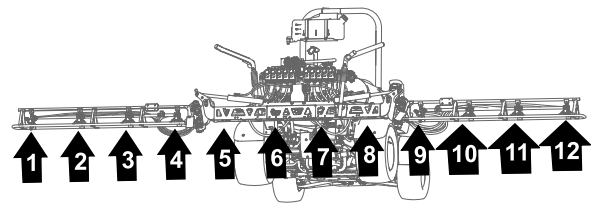

Bild 129
1. Verlegen Sie die Schläuche für die Sprühdüsen 1, 2, 3 und 4 durch die R-Klemme am linken äußeren Ende des mittleren Sprühabschnitts (Bild 129 und Bild 130).
2. Verlegen Sie die Schläuche für die Sprühdüsen 7, 8, 9 und 10 durch die R-Klemme am rechten äußeren Ende des mittleren Sprühabschnitts (Bild 129 und Bild 130).
3. Verlegen Sie die Zulaufschläuche (279 cm) und die gezahnten Schlauchschafte (3/4") entlang des Sprühabschnitts zu den Sprühdüsen 1 und 10, wie in Bild 129 und Bild 130 abgebildet.
4. Verlegen Sie die Zulaufschläuche (234 cm) und die gezahnten Schlauchschafte (3/4") entlang des Sprühabschnitts zu den Sprühdüsen 2 und 9, wie in Bild 129 und Bild 130 abgebildet.
- Verlegen Sie die Zulaufschläuche (188 cm) und die gezahnten Schlauchschäfte (3/4") entlang des Sprühabschnitts zu den Sprühdüsen 3 und 8, wie in Bild 129 und Bild 130 abgebildet.
- Verlegen Sie die Zulaufschläuche (188 cm) und die gezahnten Schlauchschäfte (3/4") entlang des Sprühabschnitts zu den Sprühdüsen 4 und 7, wie in Bild 129 und Bild 130 abgebildet.